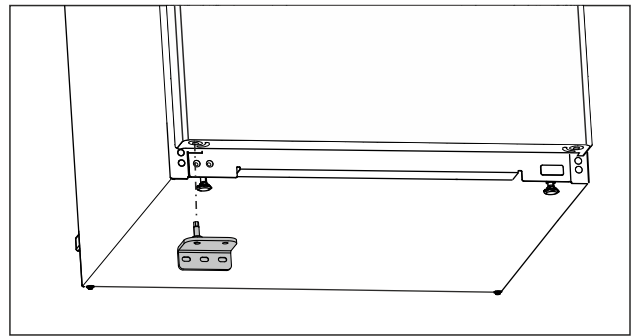

Fig. 20
- ▶ Spodnji ležajni podstavek vstavite na nasprotni strani. (glejte Fig. 20)